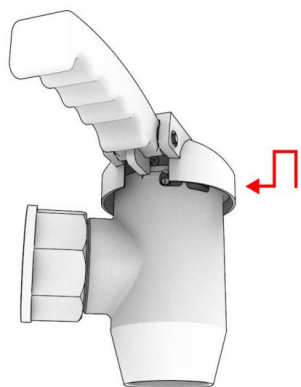

Рис. 4.3
9.9.3 Поднимите вверх, поверните, нажмите вниз и вновь поверните, как указано на Рис. 4.3.